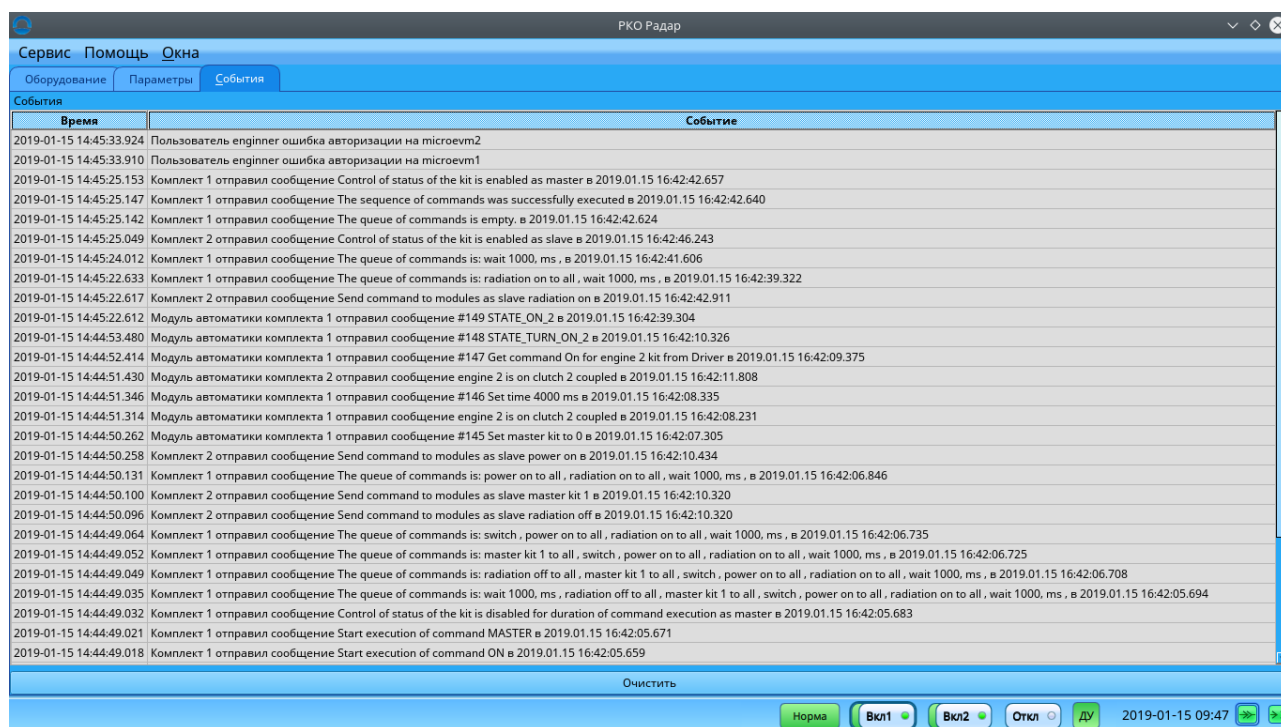

Рисунок 10. Вид вкладки "События"
4.2.3.1 Журнал событий отображается на вкладке «События» (рисунок 10).